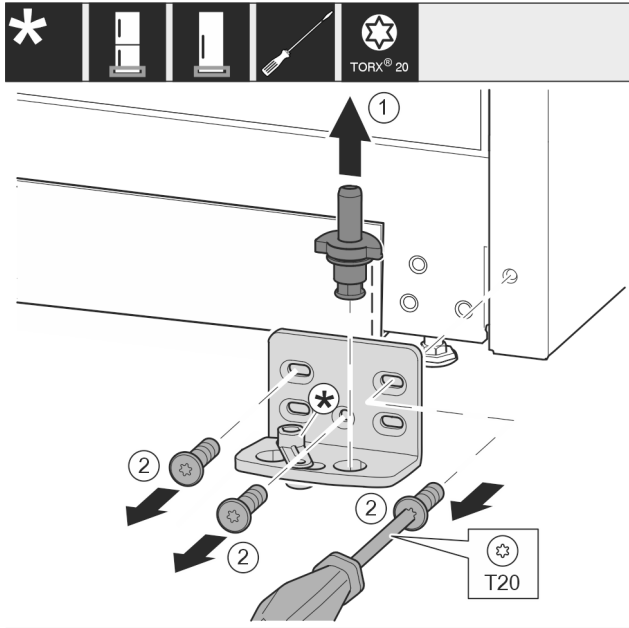

Fig. 14
- Vedä laakeripultti Fig. 14 (1) kokonaan ylöspäin ulos.
- Kierrä ruuvit Fig. 14 (2) ulos ruuvimeisselillä ja ota laakerijalusta pois.